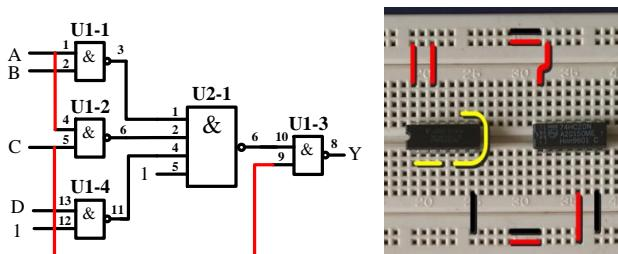
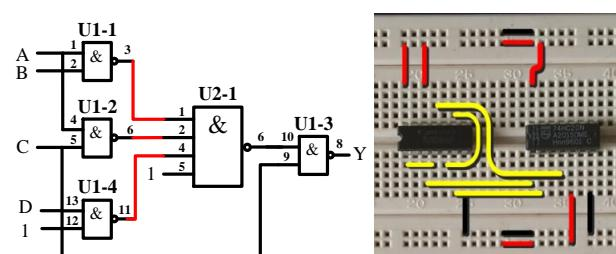
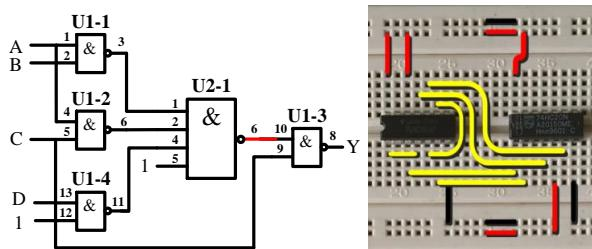

图 10 布最左侧信号线
图 11 布中间信号线
图 12 布最右侧信号线
4、**布信号线:** 按信号流向布线, 先布最左侧的线, 如图 10 所示所示; 再布中间的线, 如图 11 所示, 最后布最右侧的线, 如图 12 所示